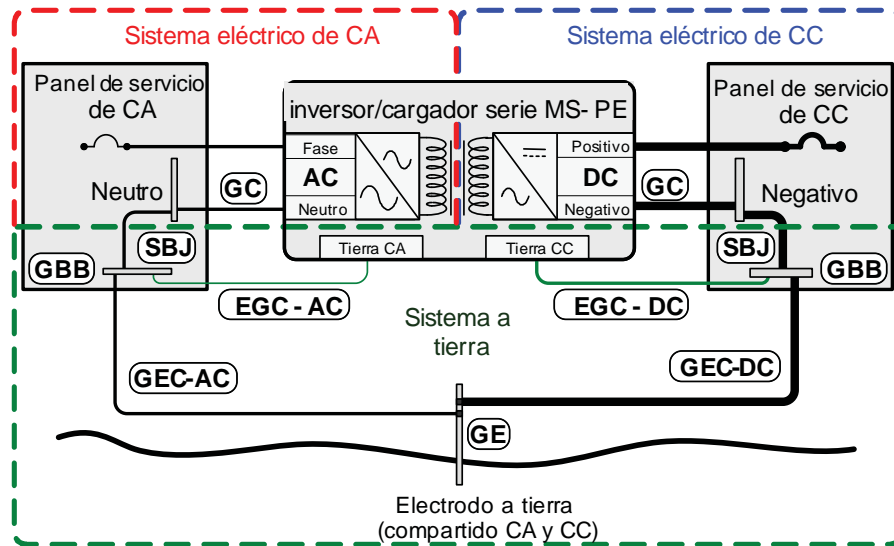

Ilustración 2-12, múltiples conexiones a electrodo de puesta a tierra de CC (Método 2)
- Método 2 (Ilustración 2-12):** Cuando los paneles de servicio de CA y CC se encuentran cerca uno del otro, entonces el conductor del electrodo de tierra de CA (GEC-AC) y el conductor del electrodo de tierra de CC (GEC-CC) se pueden conectar a un solo electrodo de puesta a tierra (GE). En este método, ya que hay varias conexiones con el electrodo de puesta a tierra de CC (GE-CC), el calibre del conductor del electrodo de puesta a tierra de CC (GEC-CC) no puede ser menor que el conductor más grande de la red de corriente continua (por lo general, el cable que va de la batería al inversor).